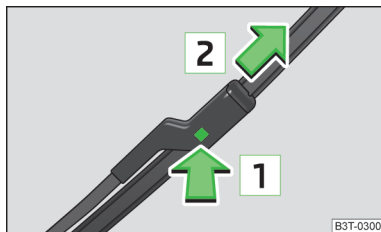

Fig. 196
- Presionar la parte superior del brazo de la escobilla y desenganchar el seguro **1** » fig. 196.